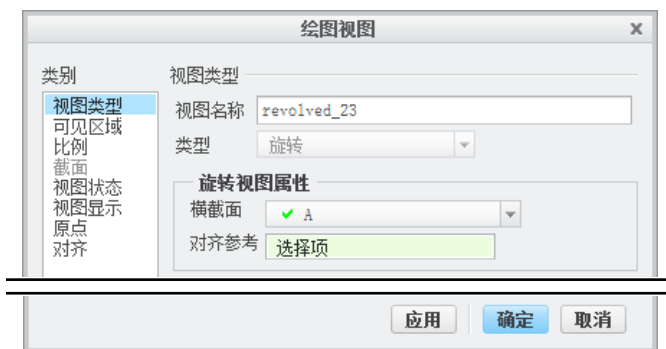

图 3.8.45 “绘图视图”对话框
Step4. 在 **选择绘图视图的中心点。** 的提示下，在图形区的俯视图的右侧选取一点，系统立即生成旋转视图，并弹出图 3.8.45 所示的“绘图视图”对话框（系统已自动选取截面 A，在此例中只有截面 A 符合创建旋转视图的条件；如果有多个截面符合条件，需读者自己选取）。